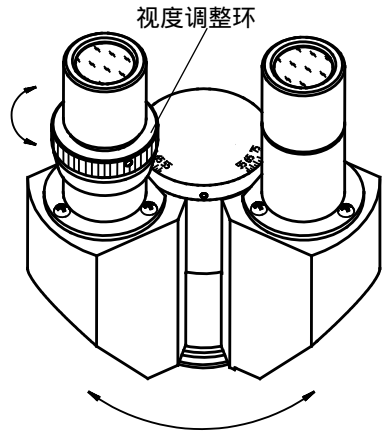

图 5
3. 视度与瞳距调整 (图 5)
- 2) **瞳距的调整** 对于观察者来说是至关重要的，这能给观察带来舒适的视野。瞳距的调节通过铰链式的双目镜筒“折叠”来实现，参照图 5。这是既快速又轻松的调节方式。